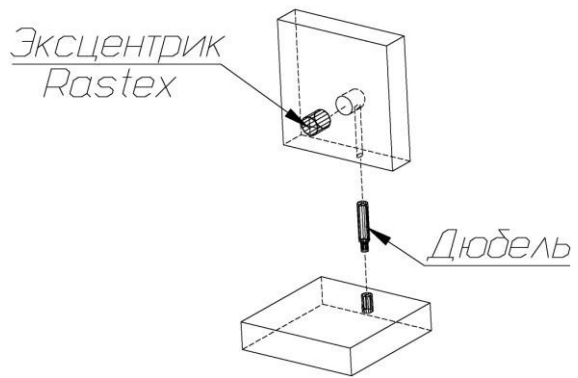

Рис. 1
1. В боковые стенки (9), (09), заднюю стенку (10) в имеющиеся отверстия установить эксцентрики, таким образом, чтобы стрелка была повернута в сторону отверстия в торце.
2. В отверстия диаметром 5мм на крышке (13), боковых стенках (9), (09) ввернуть дюбели (рис.1). В соседние отверстия установить шканты.